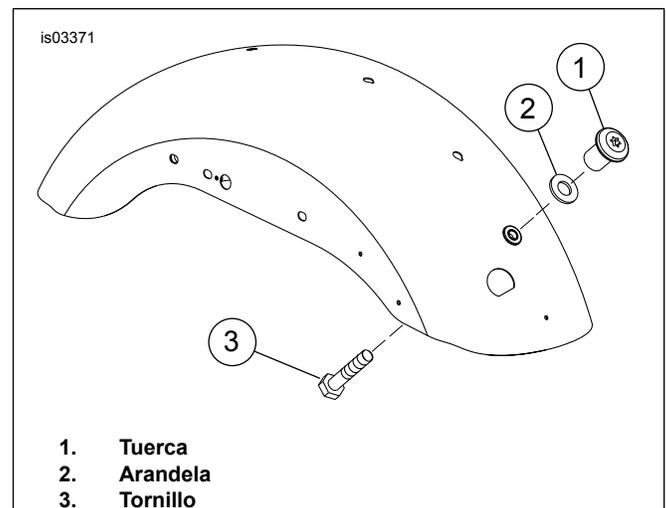

Figura 1. Elementos de sujeción del agujero delantero del guardabarros (se muestra el guardabarros 2006)
2. Vea Figura 1. Extraiga y deseche la arandela (2) y el tornillo (3) del poste del asiento del agujero delantero del guardabarros.
2. Vea Figura 1. Extraiga y deseche la tuerca (1), la arandela (2) y el tornillo (3) del agujero delantero del guardabarros.